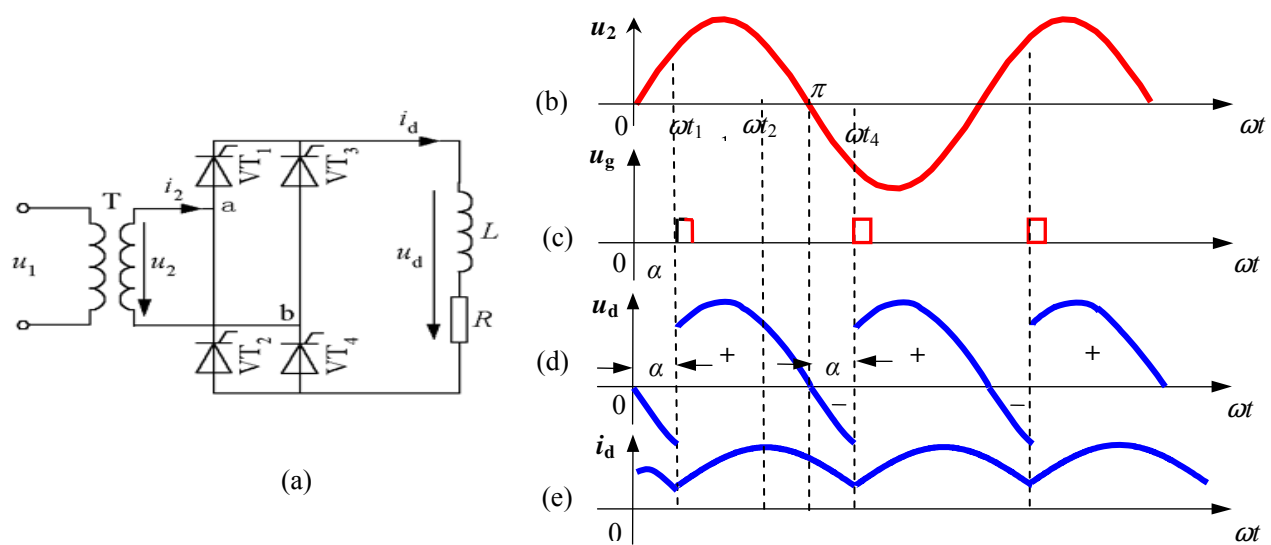

图 9 单相桥式全控整流电路工作分析
4. (5 分) 图 9(a)所示单相桥式整流电路, 电感性负载, 工作波形如图 9(b)、(c)、(d)、(e)所示, 试分析  $\omega t_1 \sim \omega t_4$  能量平衡关系, 即交流电源  $u_2$ 、电感  $L$ 、电阻  $R$  输出能量、吸收能量, 或者消耗能量的情况, 填入下表中。